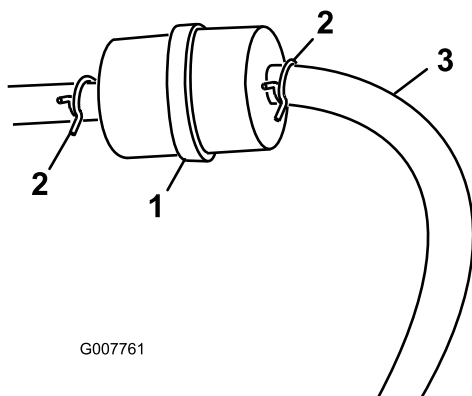

图21
3. 将软管夹的两端挤压到一起，将它们滑离滤清器（图21）。
5. 安装新的滤清器，并将软管夹移近滤清器（图21）。
3. 松开燃油滤清器上的软管夹，沿燃油管向上滑动，使之离开燃油滤清器（图21）。
4. 从燃油滤清器上断开燃油管（图21）。
注意： 让汽油排入燃油容器或放油盘（图21）。
5. 将燃油管安装到燃油滤清器上。将软管夹滑近燃油滤清器，固定燃油管（图21）。